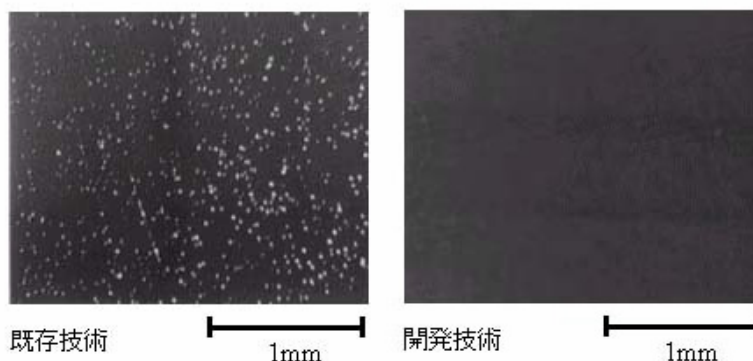

図2 高温高湿試験後のHDD媒体表面 (白い部分が媒体腐食)
- ・ 高温高湿試験で、既存技術に比べて腐食耐性が大幅に改善していることを確認 (図2)。